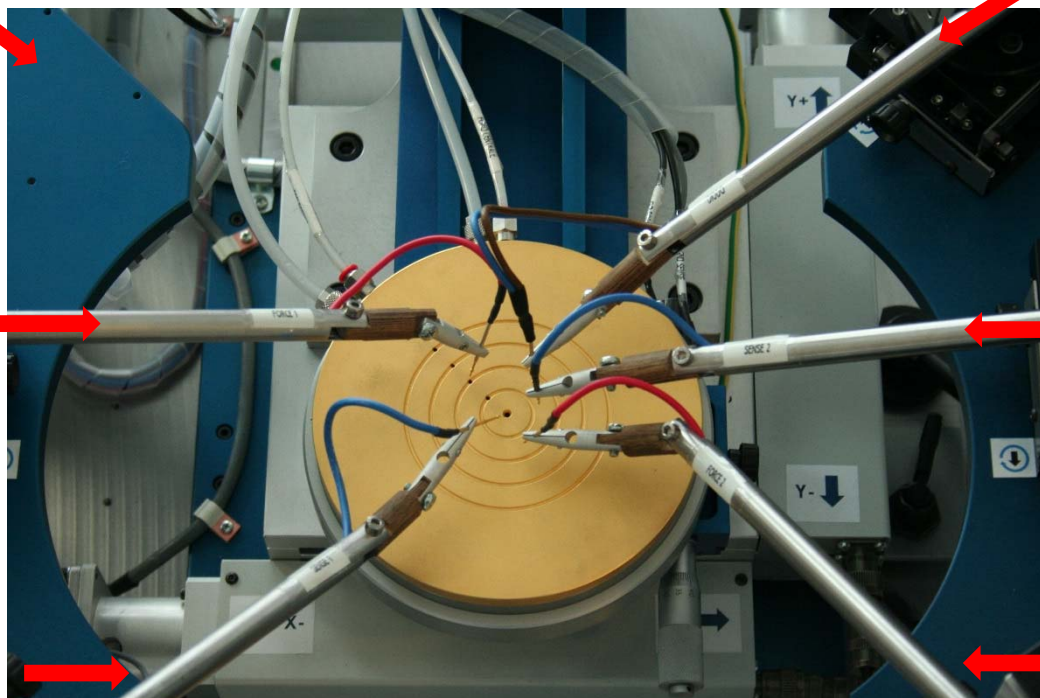

Figura 1 – Aghi di test
- un sistema formato da 5 aghi per l'applicazione del carico attivo sulla cella e l'acquisizione dei dati relativi. Nella Figura 1 è indicata la posizione dei 5 aghi con i relativi segnali: